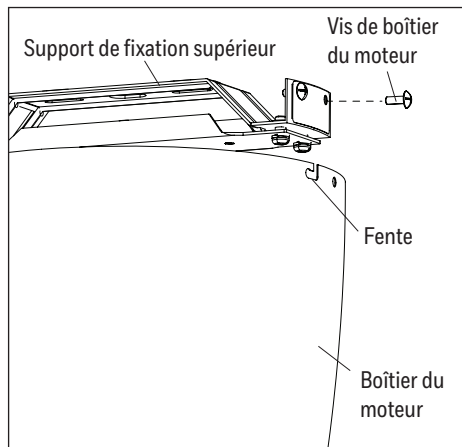

Figure 4.2
- Soulevez temporairement le boîtier du moteur jusqu'à la hauteur du support de fixation supérieur de façon à repérer les deux vis de boîtier du moteur des côtés du support de fixation supérieur qui sont alignées sur les fentes du rebord supérieur du boîtier du moteur. Desserrez partiellement ces deux vis. Retirez les deux autres vis de boîtier du moteur qui se trouvent sur les côtés opposés du support de fixation supérieur. Glissez le boîtier du moteur sur le moteur en alignant les encoches en trou de serrure du boîtier du moteur et les vis desserrées du boîtier du moteur qui se trouvent sur le support de fixation supérieur. Tournez le boîtier du moteur pour qu'il se fixe dans les encoches. Réinstallez les deux vis du boîtier du moteur retirées précédemment, puis serrez fermement toutes les vis (Figure 4.2).